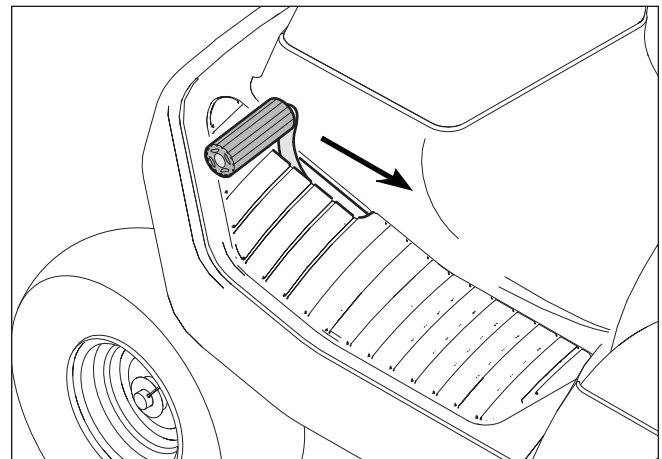

Abbildung 13
2. Langsam den linken Fuß vom Bremspedal nehmen (siehe **Abbildung 13**).
1. Das Kupplungs-/Bremspedal ganz durchtreten (siehe **Abbildung 13**).
1. Das Kupplungs-/Bremspedal ganz nach vorne drücken, um die Maschine anzuhalten (siehe **Abbildung 13**). Den Fuß auf dem Pedal lassen.